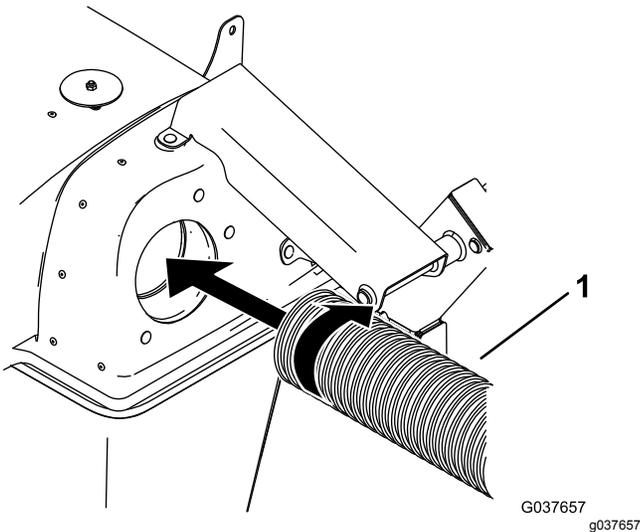

Figura 19
1. Avvitate 1 estremità del tubo sul cofano fino a quando non forma una piega di circa 90 gradi rispetto al soffiatore e non è fisso (Figura 19).